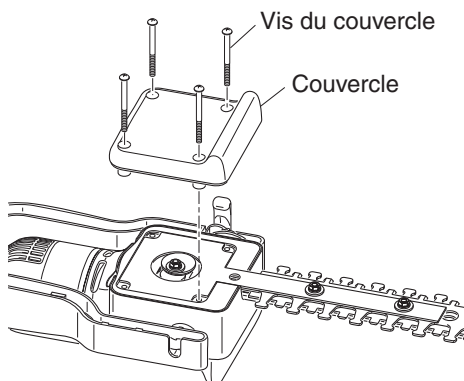

Figure 18 - Retrait du couvercle sous le corps du taille-haie
2. Placez le taille-haie à l'envers sur un plan de travail et retirez les quatre (4) vis du couvercle. Enlevez ensuite le couvercle (consultez la Figure 18).
10. Remplacez le couvercle inférieur et fixez-le au moyen des 4 vis retirées à l'étape 2 (voir la Figure 18). Serrez solidement ces vis.